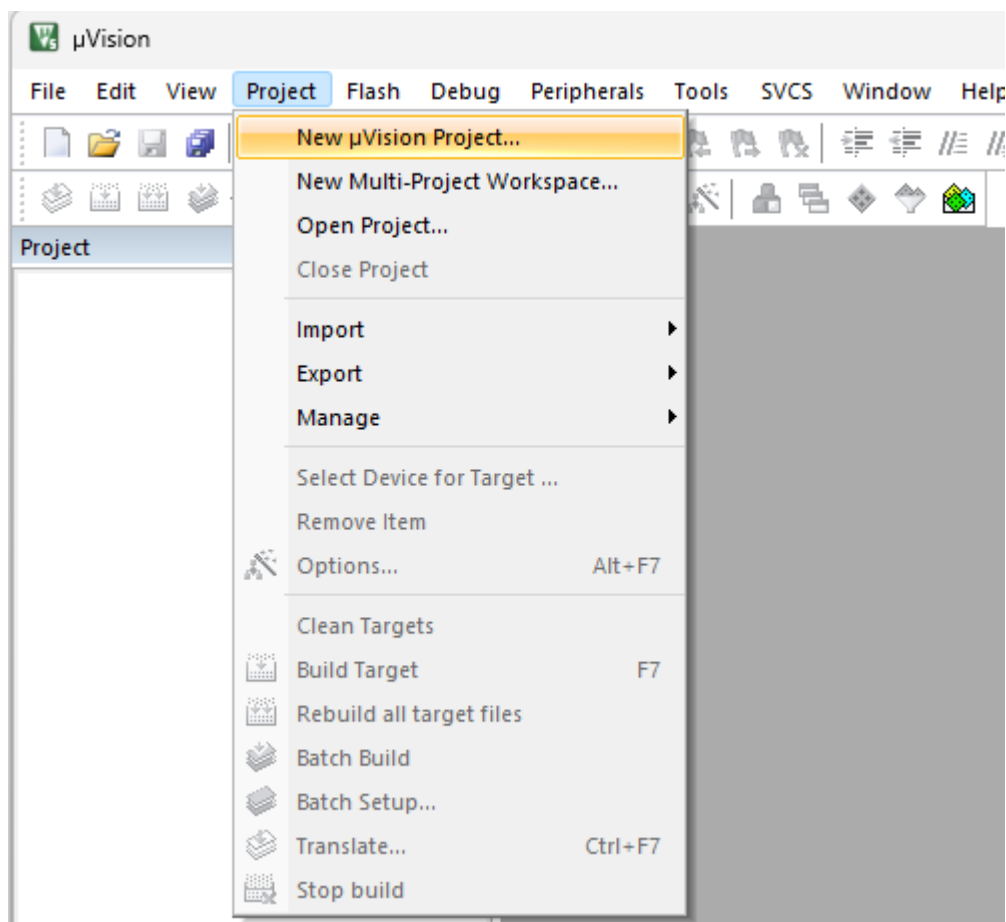

Рисунок 2 — Создание проекта
3.2 Был запущен Keil uVision5, был выбран пункт меню «Project - New uVision Project» (рис.2).